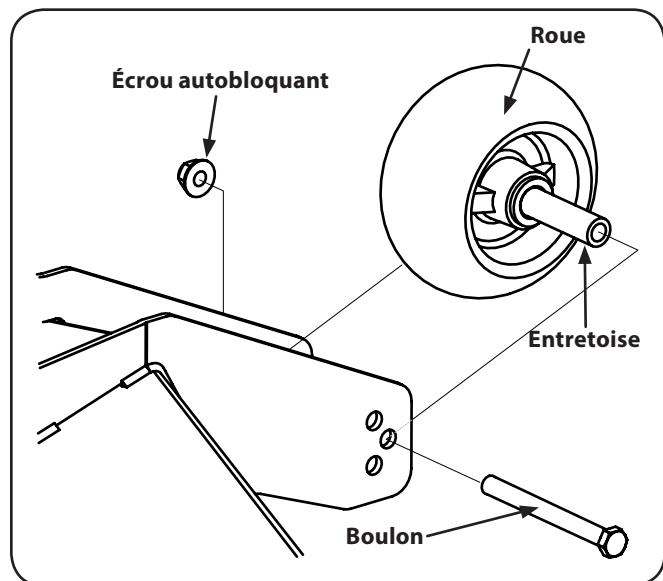

Figure 6-8
- Retirez l'écrou autobloquant qui sert à retenir le boulon de la roue de jauge avant au plateau de coupe. Enlevez la roue de jauge, le boulon et l'entretoise. Voir Figure 6-8.